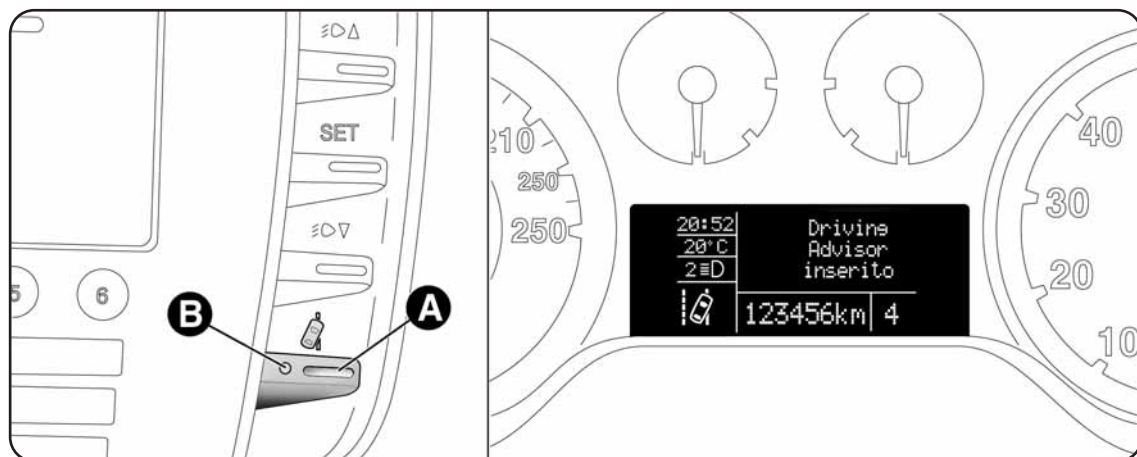
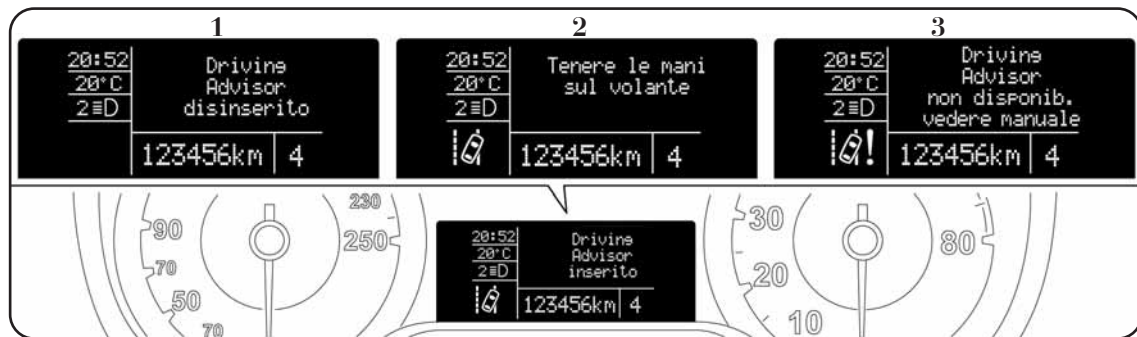

fig. 68
fig. 69
Il sistema all'avvio della vettura non è inserito. Il sistema viene inserito solo a seguito della pressione del pulsante A-fig. 68 ubicato su plancia. La conferma dell'avvenuto inserimento è comunicata dall'accensione del led ubicato sul pulsante e da un messaggio dedicato sul display del quadro strumenti. Una volta inserito, il sistema avvia il riconoscimento delle condizioni operative di funzionamento, condizione segnalata al guidatore con il lampeggio del LED ubicato su tasto e dal lampeggio dell'icona  su quadro di color ambra sul display del quadro strumenti. Quando il sistema riconosce le condizioni operative, diventa attivo. Ne consegue: lo spegnimento dell'icona  sul display del quadro strumenti e l'accensione fissa del led ubicato sul pulsante.
Il sistema può essere spento a seguito della pressione del pulsante A-fig. 68 ubicato su plancia. La conferma dell'avvenuta spegnimento del sistema è comunicata dallo spegnimento del led sul pulsante e dal messaggio 1-fig. 69 sul display del quadro strumenti.
Il sistema si può spegnere in modo automatico (quindi per utilizzarlo sarà necessario attivarlo nuovamente). Lo spegnimento automatico viene segnalato al conducente con tre avvisi acustici consecutivi e dal messaggio 1-fig. 69 sul display del quadro strumenti a seguito delle seguenti condizioni:
- il conducente non mantiene le mani sul volante (sul quadro strumenti appare la segnalazione 2-fig. 69 ed una segnalazione acustica fino a che il conducente non ripone le mani sul volante oppure, considerata la condizione di pericolo, il sistema si spegne in automatico);
AVVERTENZA Il sistema non sarà attivabile qualora il conducente abbia precedentemente attivato la modalità di guida sportiva. L'indisponibilità del sistema verrà segnalata al conducente con tre avvisi acustici consecutivi e dal messaggio 1-fig. 69 sul display.
In caso di mal funzionamento, il sistema segnala al conducente l'anomalia con il messaggio 3-fig. 69 sul display del quadro strumenti e con una segnalazione acustica.